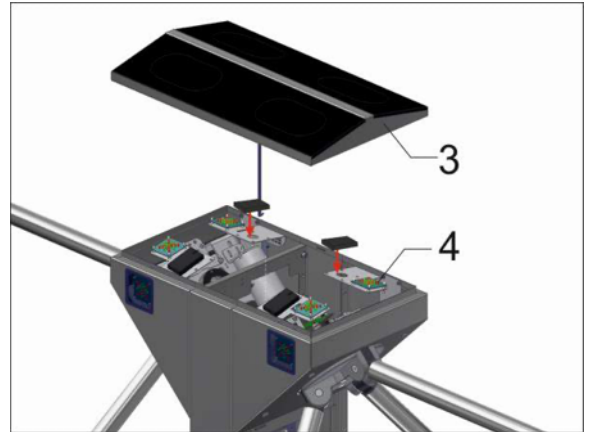

Рис. 16– Установка считывателя в турникет-трипод
- В турникетах «CENTURION TWIN», «TWIX TWIN» и «BASTION TWIN» считыватели устанавливаются на специальный, регулируемый по высоте кронштейн, который расположен под крышкой **4** рядом с световым табло индикации **3** (Рис.16).